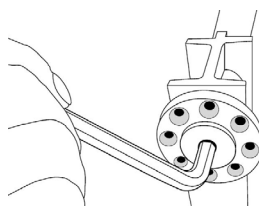

Fig. 6
2. Serrez les deux plaques de réglage d'un ou 2 trous (fig. 6).